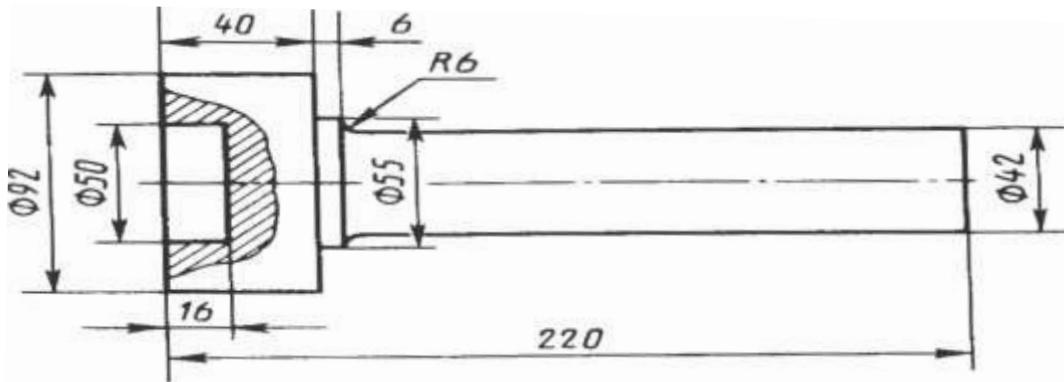

Рис. 31
2. Разработайте технологический процесс изготовления детали (рис. 31) методом холодной листовой штамповки. При выполнении работы следует: установить технологические операции, необходимые для получения детали; определить размеры заготовки; установить вид исходного материала, привести его химический состав и механические свойства; привести схему раскроя и определить коэффициент использования материала; определить технологические зазоры между пuhanсоном и матрицей при вырубке и пробивке; выбрать штамп и указать последовательность выполняемых на нем операций; привести схему штампа и описать его работу; установить способ подачи заготовки в штамп; определить усилия на операциях; привести схему оборудования и описать его работу. Материал детали – сталь 20.